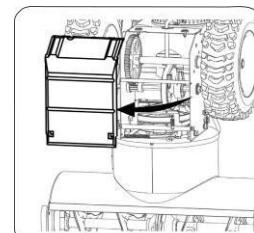

Рис.19
- Осторожно поверните снегоуборщик вверх и вперед так, чтобы он опирался на корпус шнека. Снимите крышку рамы с нижней стороны снегоуборочной машины, сняв четыре винта, которые закрепляют его. Рис.19